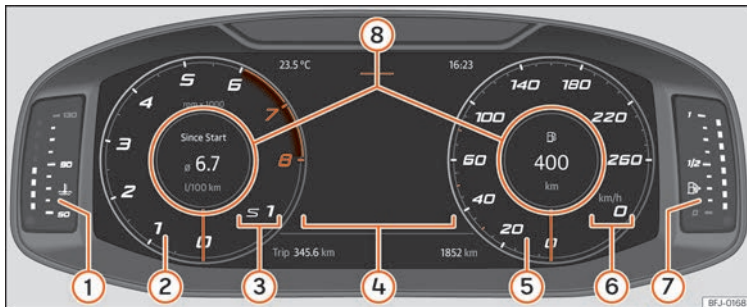

Abb. 54 SEAT Digital Cockpit in der Schalttafel (klassische Ansicht).
In der **klassischen** und in der **Navigations-**Ansicht können die angezeigten Informationen in den **Informationsprofilen** » **Abb. 54** ⑧ personalisiert werden.
Die Zeiger der Umdrehungen pro Minute und der Geschwindigkeitsmesser werden über die gesamte Länge angezeigt »» **Abb. 54**.